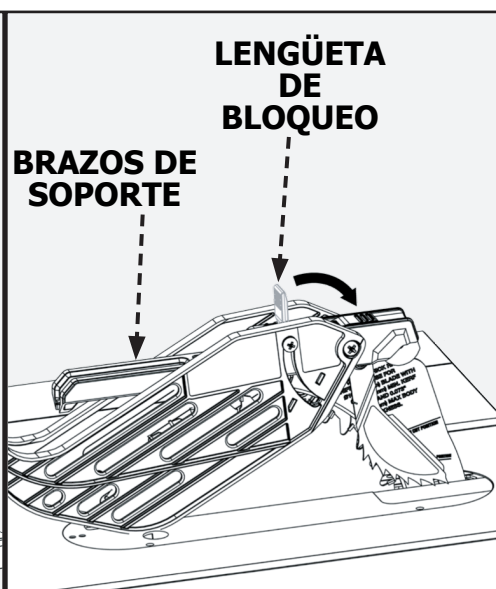

FIGURA 11
1. Al tiempo que sostiene el ensamblaje de guarda para hoja (M) en posición vertical, enganche el pasador de posicionamiento situado en la parte posterior del ensamblaje de guarda para hoja dentro de la ranura situada en el borde posterior del separador.
2. Gire el ensamblaje de guarda para hoja hacia la parte frontal de la sierra hasta que la parte metálica del ensamblaje de guarda para hoja esté paralelo con la mesa como se muestra en la Figura 11.